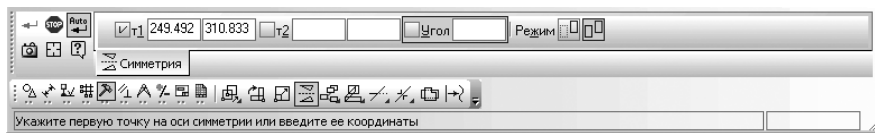

Рис. 4.31. Панель свойств: Симметрия, Компактная панель и Строка сообщений
- щелкните в **Компактной панели** по кнопке – **Редактирование**, а затем в появившейся панели инструментов по кнопке – **Симметрия**. Появится соответствующая **Панель свойств: Симметрия** (рис. 4.31).
- щелкните в **Компактной панели** по кнопке переключателю – **Редактирование**, а затем в появившейся панели инструментов по кнопке – **Симметрия**. Появится соответствующая **Панель свойств: Симметрия** (см. рис. 4.31);